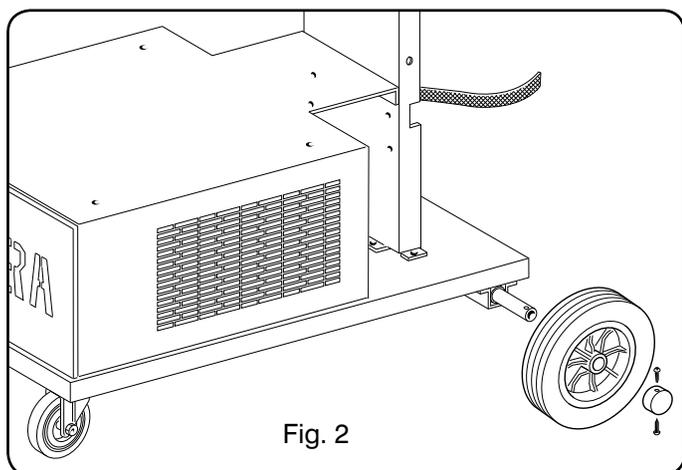

Fig. 2
- É necessário montar as rodas traseiras em todos os geradores depois de ter enfiado o eixo (fig.2).